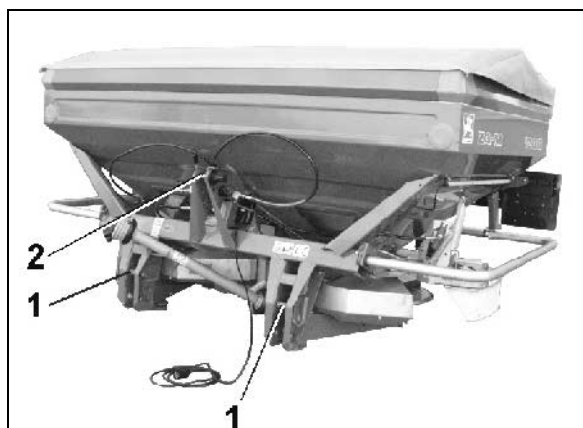

Fig. 40
1. Montera kopplingskulorna med resp sprintarna, (Fig. 40/1,2) trepunktsupphängningens kopplingspunkter på maskinen.